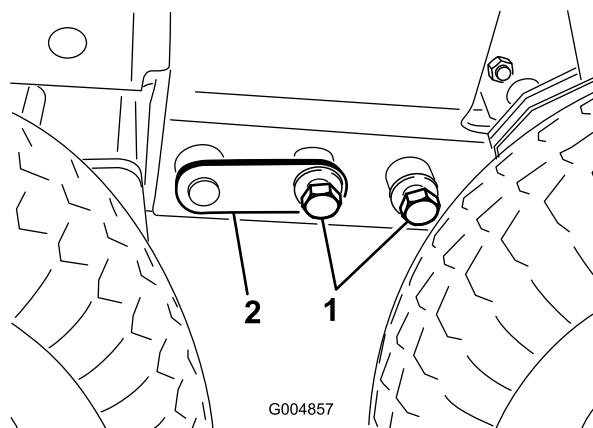

Figura 78
26. Retire os 2 parafusos (3/4 pol. de diâmetro) que ligam a estrutura dianteira à estrutura traseira antes do pneu de condução de cada lado da estrutura (Figura 78).